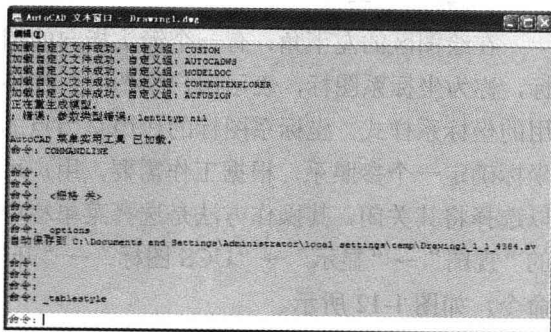

图 1-13 文本窗口
(1) 移动拆分条，可以扩大和缩小命令行窗口。
(2) 可以拖动命令行窗口，布置在绘图区的其他位置。
(3) 对当前命令行窗口中输入的内容，可以按<F2>键用文本编辑的方法进行编辑，如图 1-13 所示。AutoCAD 文本窗口和命令行窗口相似，可以显示当前 AutoCAD 进程中命令的输入和执行过程。在执行 AutoCAD 某些命令时，会自动切换到文本窗口，列出有关信息。